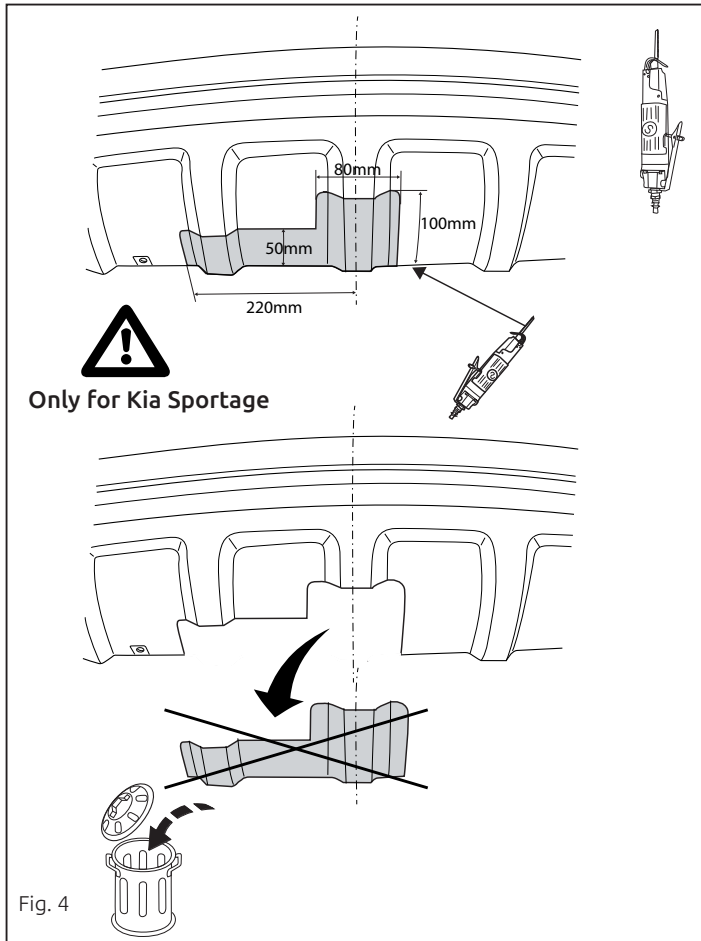

Fig. 4
**Kia Sportage:** Выпилить часть из бампера в середине снизу, как указано на рис. 4.